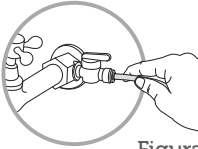

Figura 3
- 5- Encaixe a mangueira na saída de água do adaptador. Certifique-se de que a mangueira esteja completamente encaixada (Figura 3). Verifique a marca indicativa na ponta da mangueira. Caso a mangueira tenha sido cortada, certifique-se do encaixe até 16 mm.